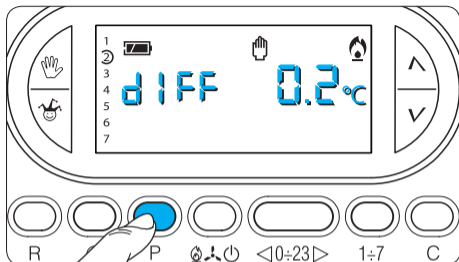

Fig. 62
18.4 - Premere, ancora, il pulsante **P** (fig. 62).